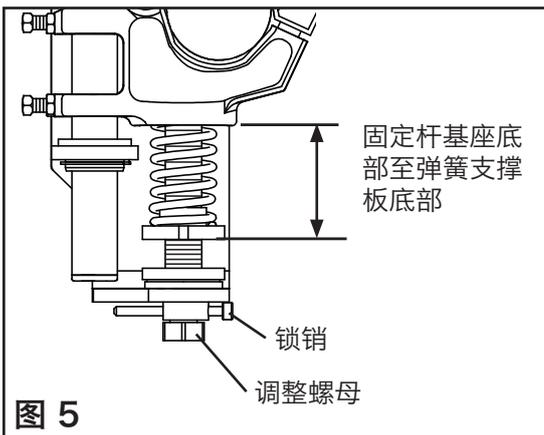

图 5
5. 设置刮刀张力。转动调整螺母直至达到正确的弹簧压缩量（图 5）。弹簧压力取决于弹簧的长度。请参照下表找出适合您输送带带宽的弹簧长度。重新安装好锁销。
5. **设置调节杆套管。** 设置好刮刀张力后，将调节杆套管拧进 UHMW 衬套直到露出部分长度为 38mm (1-1/2")（图 5）。拧紧调节杆套管止动螺母。